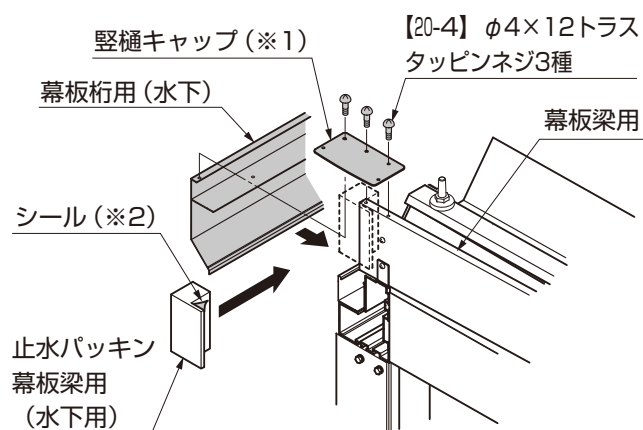

図17-3 B部詳細図
- ④幕板桁用（水下）を縦樋キャップに【20-4】で取付けてください。（図17-3参照）